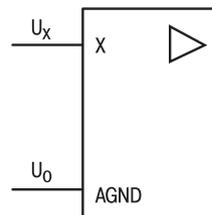

Рис. 2. Вход однофазный
*Однофазный вход* (рис. 2) – это простой вход для двухточечного подключе-